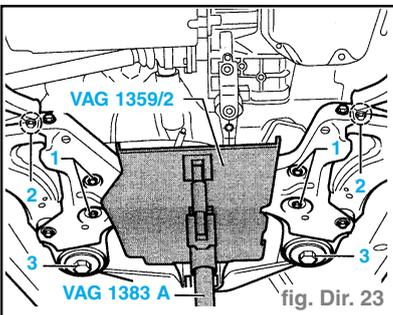

fig. Dir. 23
- Installer le dispositif de levage de boîte de vitesses avec appui, p.ex. **VAG 1383 A** avec **VAG 1359/2** (fig. Dir. 23).